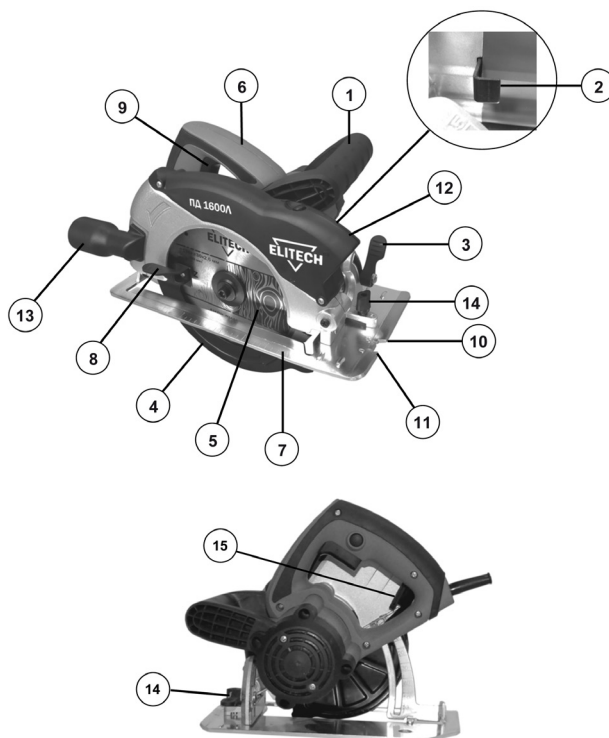
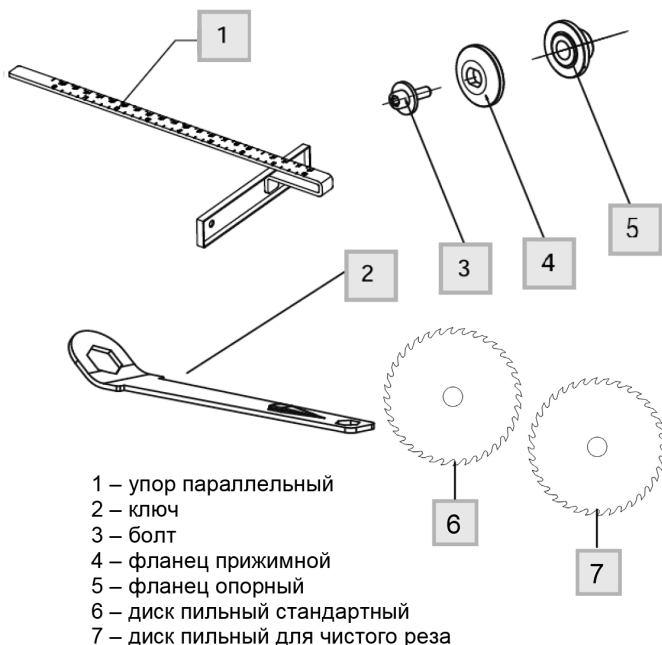

Рис. 1
Рис. 2
2. Зафиксировать пильный диск с помощью ручки фиксации диска (поз. 2, рис. 1);
3. С помощью ключа (поз. 2, рис. 2) открутить болт (поз. 3, рис. 3);
4. Отвести подвижный защитный кожух диска (поз. 4, рис. 1) назад до упора и зафиксировать его;
5. Снять прижимной фланец (поз. 4, рис. 2) и пильный диск.
Для регулировки глубины распила ослабьте фиксатор регулировки глубины пропила (поз. 15, рис. 1). Передвижением опорной платформы вверх или вниз отрегулируйте необходимую глубину пропила. Глубина распила может быть отрегулирована в диапазоне от 0 до 65 мм. После регулировки глубины распила зафиксируйте ручку регулировки глубины распила.
Ослабьте ручку регулировки угла наклона диска (поз. 3, рис. 1). Передвижением опорной платформы установите необходимый угол наклона диска. После регулировки угла наклона диска зафиксируйте ручку регулировки угла наклона диска.
Для регулировки параллельного упора (поз. 1, рис. 2) ослабьте винт фиксации ширины распила (поз. 14, рис. 1) и отрегулируйте ширину распила, передвигая направляющую вправо или влево.
1. Установите пилу (опорную платформу) на пиломатериал и выровняйте положение пильного диска по отношению к линии пропила, пользуясь для этого прорезью для визирования. Если пильный диск не наклонён, совмещайте линию пропила с правой стороной прорези для визирования (рис. 1, поз. 11), при Работе в режиме сверления пилении под наклоном (45°) совмещайте линию пропила с левой стороной прорези для визирования (помечена значком "45" на опорной платформе).
2. Сначала включите циркулярную пилу. Для этого нажмите кнопку защитной блокировки выключателя (поз. 14, рис. 1) и не отпуская нажмите на выключатель. Дайте пиле набрать максимальные обороты, после чего начинайте обработку пиломатериала.
Для точного пропила используйте лазерный указатель (поз. 12, рис. 1). Лазерный указатель строит прямую линию пропила, по которой пройдет диск. Лазерный
Пила оснащена патрубком диаметром 35мм (поз.13, рис. 1) для подключения строительного пылесоса. Для подключения пылесоса установите патрубок на пилу и подсоедините к нему шланг пылесоса. Рекомендуется эксплуатировать пилу с подключенным строительным пылесосом.